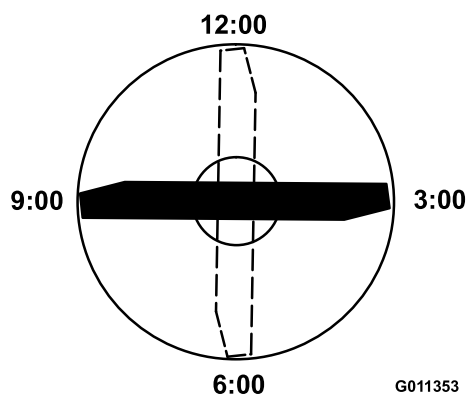

図 83
4. ブレードの印の付いているほうの端部を12時の位置車両進行方向に向け 図 83、作業台の表面からブレードの切っ先までの高さを測定する。
5. 印の付いている端部を3時の位置と9時の位置に向けて 図 83 それぞれ高さを測定する。